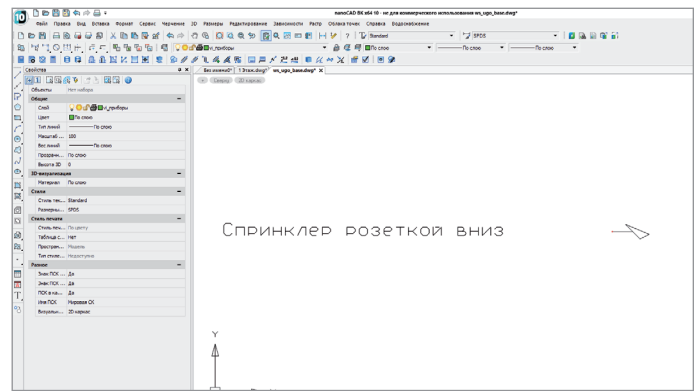

Рис. 8
- Так как УГО для плана и для аксонометрии будут разными, советую начать с УГО для аксонометрии — чтобы потом, когда будут создаваться УГО для плана, в свойствах УГО схемы вы могли указать уже созданное УГО для аксонометрии (рис. 8);